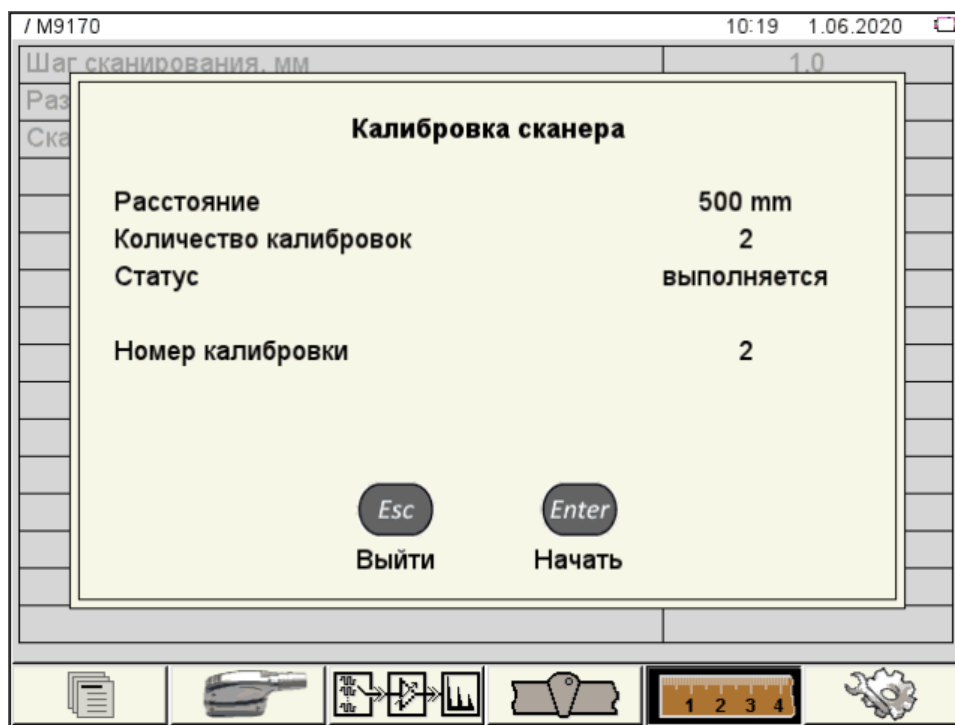

Рисунок 38
– Номер калибровки изменится на следующий (рисунок 38).